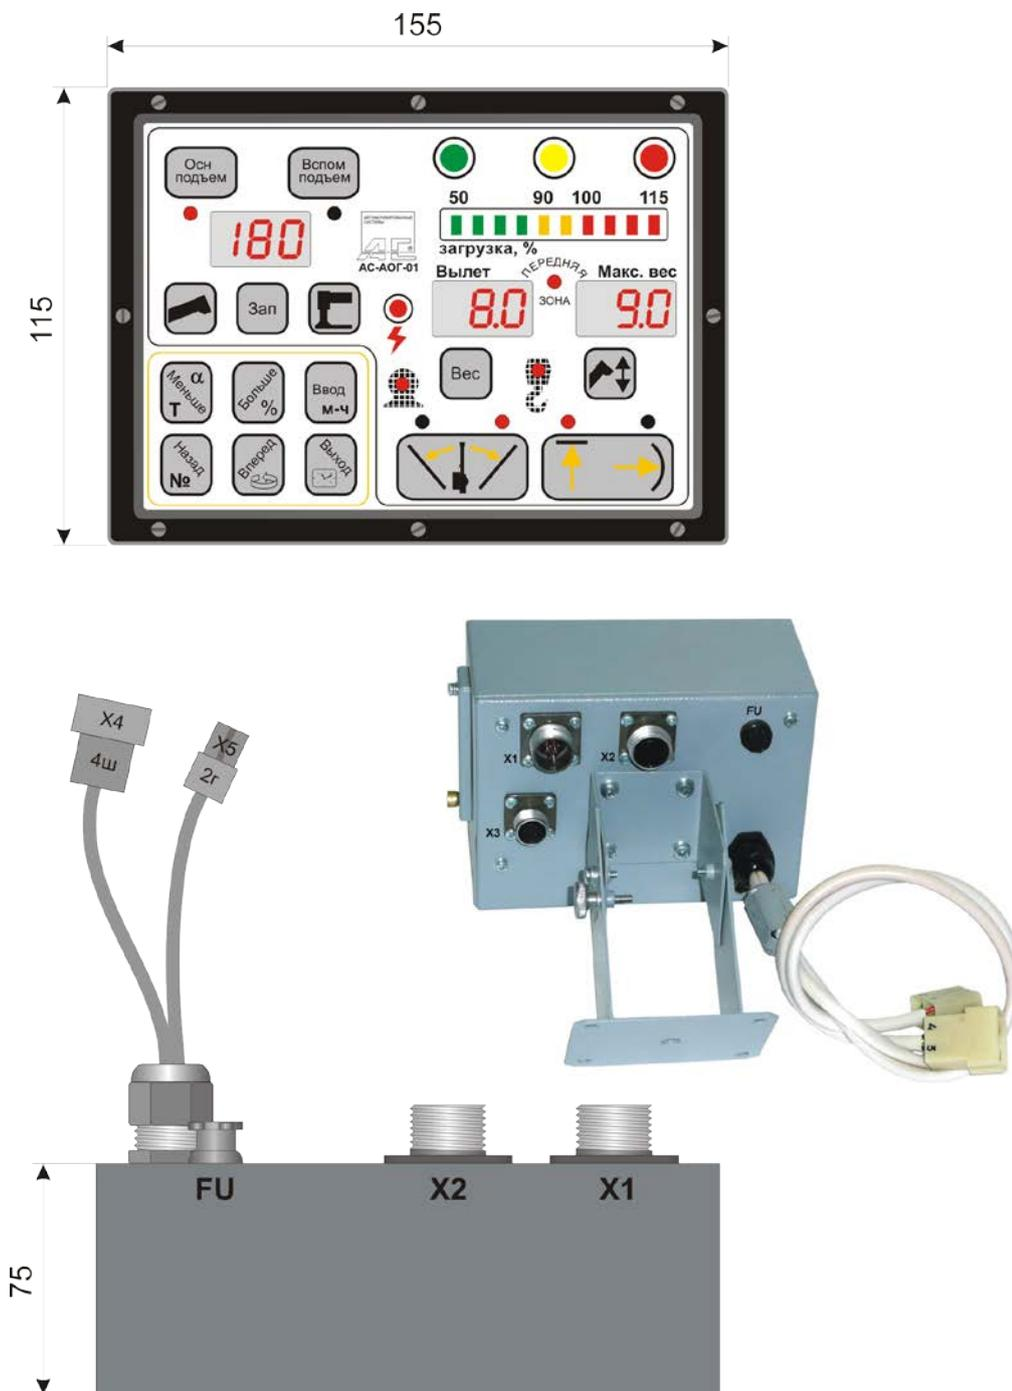
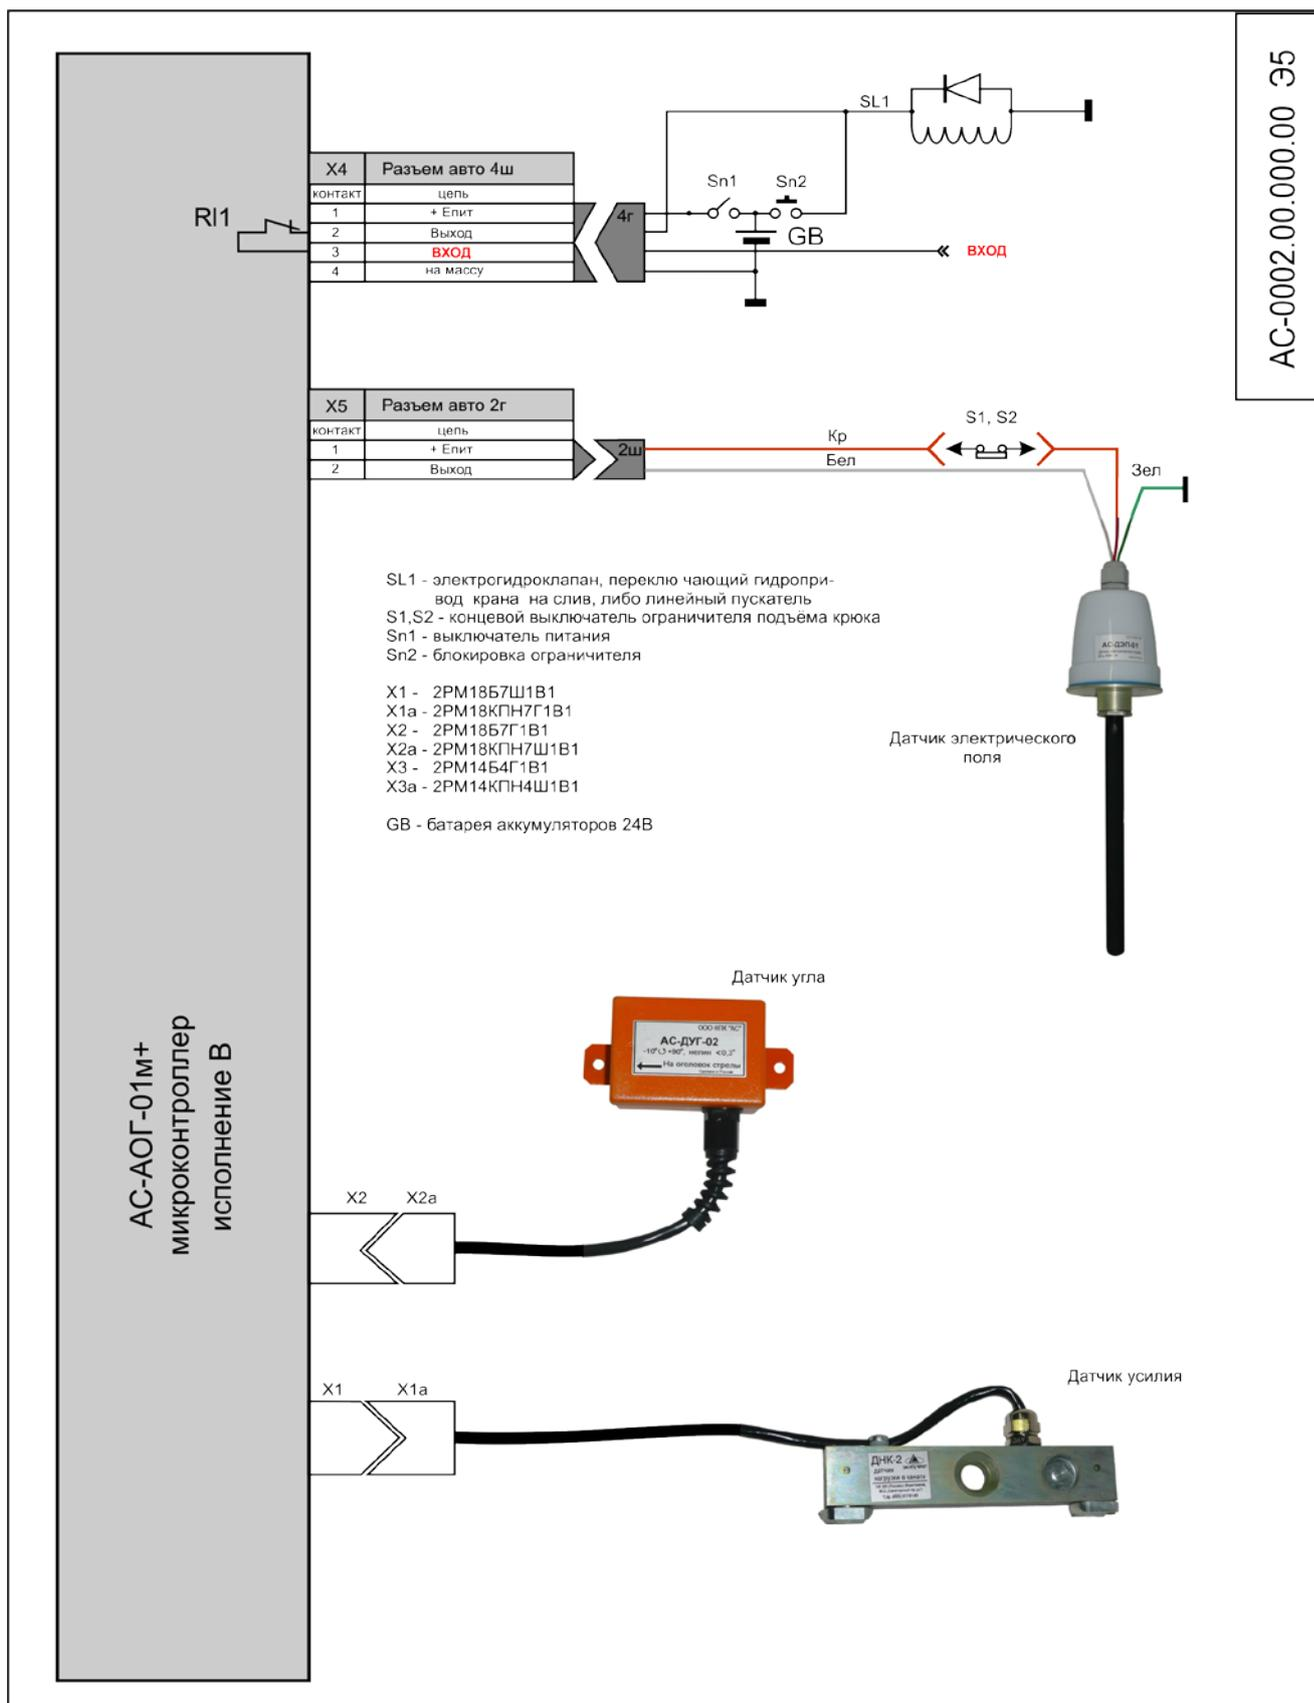

Рис.2
Рис.3
- 1) блок АОГ, включающий "Регистратор параметров" 1 шт, рис.2;
6.1. Описание работы проводится по схеме подключения рис.3.
Подсоединение АОГ к электрооборудованию крана должно быть произведено в соответствии со схемой подключения рис.3, а именно через контакты разъемов Х4, Х5 расположенных на тыльной стороне блока АОГ (рис.2), на задней стенке.
6.3. Напряжение питания от аккумуляторной батареи либо от преобразователя АС-ВП-01 при установке тумблера Sn1 в положение ВКЛ подается на контакты разъема Х4 блока АОГ, рис.3.
6.3.3. К блоку питания относятся 2 предохранителя FU1 и FU2, рис.2. Самовосстанавливающийся предохранитель FU1 (1А) размещен внутри блока и предназначен для защиты внутренних электронных цепей блока АОГ, а плавкий предохранитель FU (5А), размещен на задней стенке блока АОГ и предназначен для защиты цепей управляющих реле от
6.4. Блок АОГ включает в себя модуль индикации и управления (первая плата), вычислительный модуль, модуль ввода цифровых и аналоговых сигналов, модуль АЦП, модули "Регистратора параметров", блока питания и реле (вторая плата), Рис.2.
7.4. Подключение составных частей, а также подключение системы АОГ к системе электрооборудования крана производите в соответствии со схемой подключения АС-0002.00.000.00м Э5, рис.3.